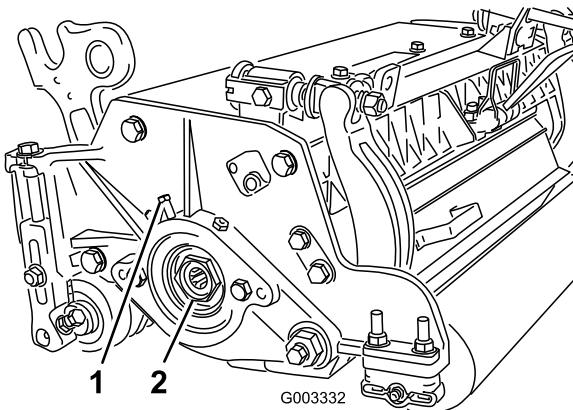

Bild 28
- A. Lösen Sie die externen Stellschrauben, mit denen die Einstellmutter des Lagers am Lagergehäuse links an der Schneideeinheit befestigt ist (Bild 28).